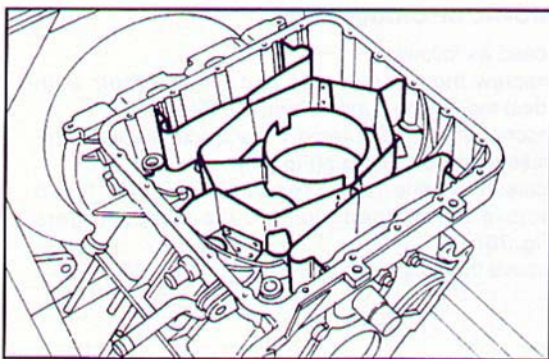

Fig. 80 ▲
- rimuovere la paratia anti-sbattimento olio (Fig. 80);
- remove the oil splash-prevention walls (Fig. 80);